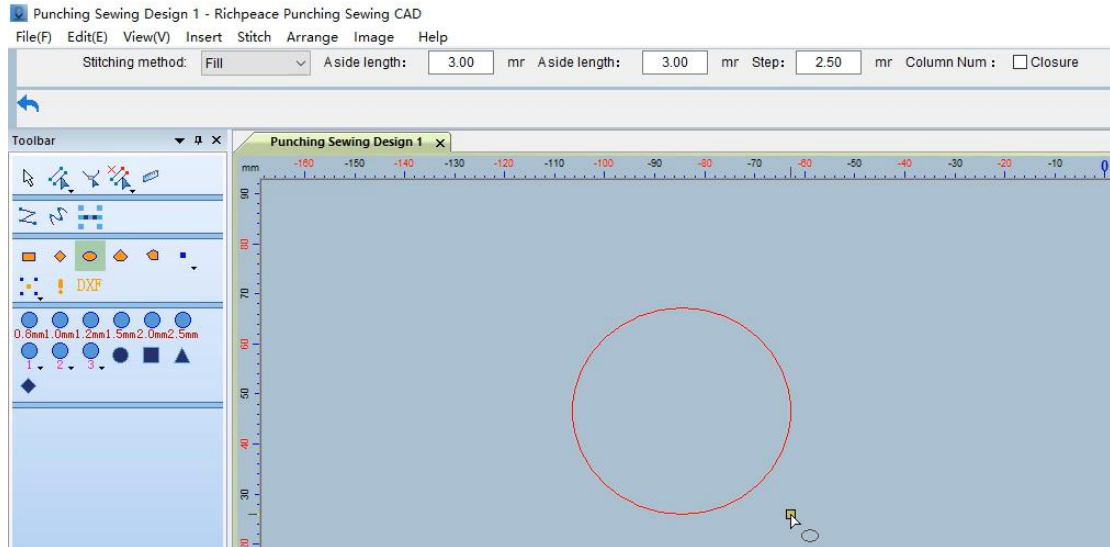
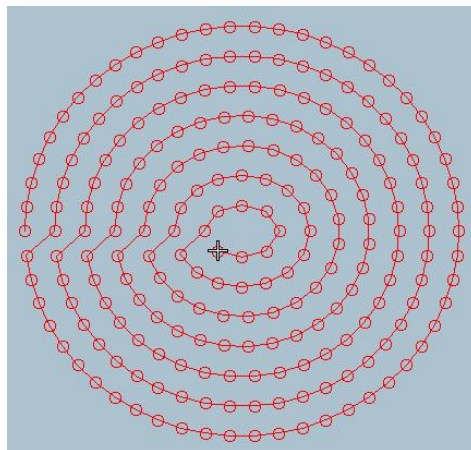

图 1 Picture1
图 2 Picture2
第二步：在工作区域内使用鼠标左键移动绘制图形（图 1），绘制完成后点击鼠标左键（图 2）。
Step 2: Use the left mouse button to move the drawing in the work area (Fig. 1), and click the left mouse button after drawing (Fig. 2).
（圆形）位置鼠标右键设置参数，设置好后点击确定(如图 1)。鼠标左键点击冲孔扫描（圆形），有 3 种方式选择图形的中心点，在图形的中心使用鼠标左键点击中心点，按“Enter”键确定（如图 2），按“Shift”切换成“框选方式”框选完成后点击鼠标左键，按“Enter”键确定（如图 3），按“Shift”切换成“折线方式”选择，按“Enter”键确定（如图 4），完成后打开孔连线和孔线开关可以看到（如图 5）所示效果。